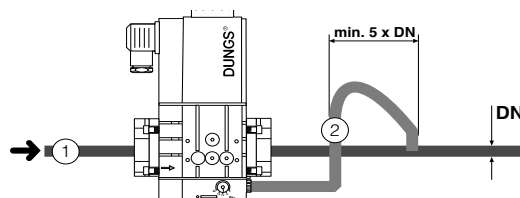

Рис. 6
2. установить устройство MBC....SE и уделить особое внимание прокладкам O-Ring (Рис. 6)